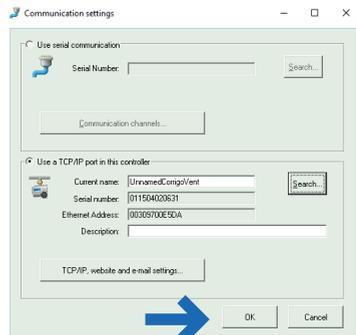
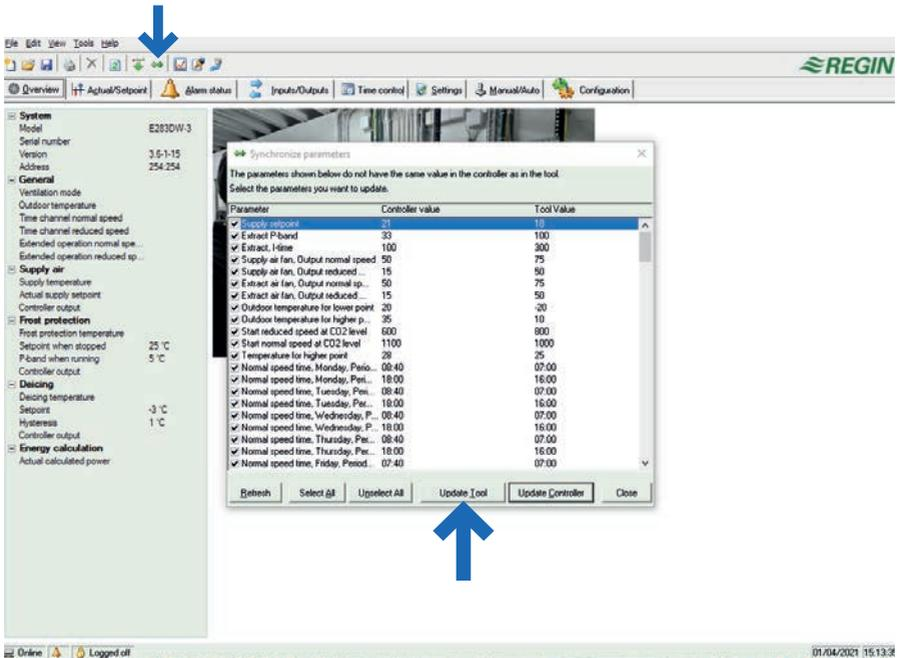

Figura 6
Figura 7
Pulsar "OK" como se muestra en la Figura 6. Se ha establecido la conexión con el controlador. La visualización del estado en la pantalla de inicio del "Corrige E-tool"  cambiará a como se muestra en la Figura 7.
1. Haz clic en "Sincronizar" ↔ como se muestra en la figura 7. Aparecerá el menú "parámetros de sincronización".